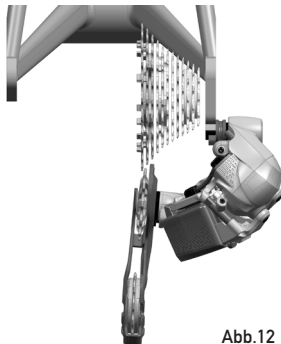

Abb.12
- beim Positionieren des Schaltwerks auf dem größten Ritzel, von hinten betrachtet, ist zu beobachten, dass der untere Teil des Schwenkbügels sich übermäßig an die Speichen des Laufrads annähert, weil wahrscheinlich das Ausfallende verbogen ist (Abb. 12)